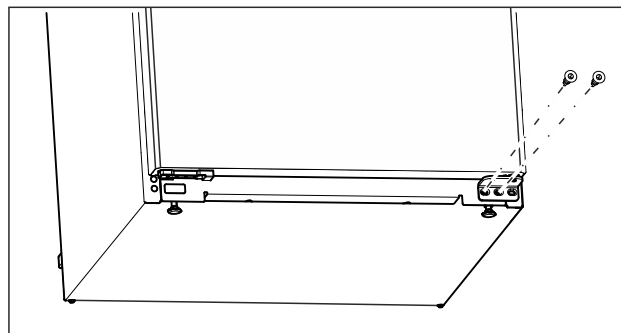

Fig. 10
- Deșurubați și scoateți șurubul din mijloc de la suportul de lagăr inferior cu șurubelnița Torx 20. (vezi Fig. 10)
- Deșurubați și scoateți șurubul din interior de la suportul de lagăr inferior cu șurubelnița Torx 20. (vezi Fig. 10)